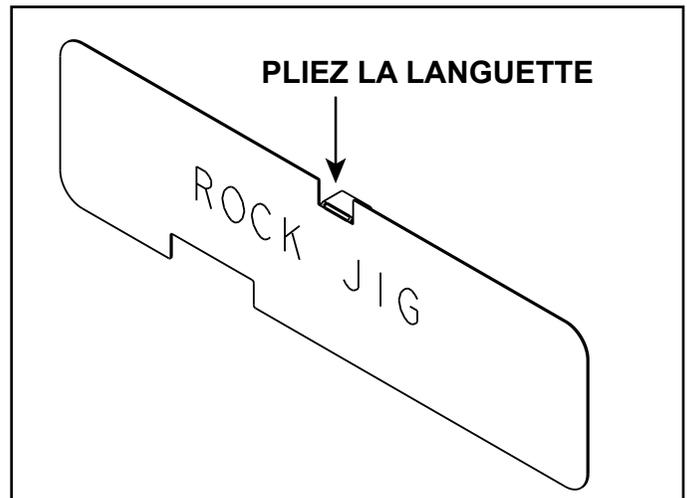

Figure 11.5 Pliez la languette sur le support à pierre
- Pliez la languette sur le support à pierre vers le bas comme illustré à la figure 11.5.